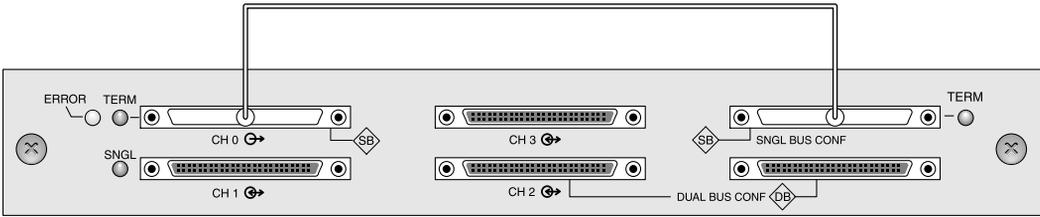

図 4-14 シングル バス接続：すべてのドライブが 1 つのチャンネル（CH 0）に割り当てられます。
1. シングルバス構成で RAID アレイを構成するには、図 4-14 に示すように "CH 0" および "SNGL BUS CONF" というラベルの付いた SCSI ポート間を SCSI ジャンパケーブルで接続します。ケーブル ジャックのねじを 6 回時計回りに回して締め、正しく接続されて動作するようにします。